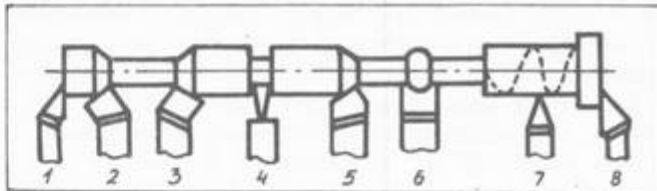

Рис. 7
20. Какие резцы показаны на рис. 7? Проставьте в перечне соответствующие цифры. Ответ: отрезной — 4, подрезной правый — 8, подрезной левый — 1, проходной отогнутый левый —